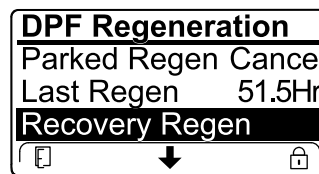

Figura 72
- Se il computer del motore non ha richiesto una rigenerazione di recupero e voi scorrete il menu verso il basso fino all'opzione RECOVERY REGEN, la rigenerazione di recupero viene bloccata e l'icona di blocco (Figura 72) compare nell'angolo in basso a destra dell'InfoCenter.